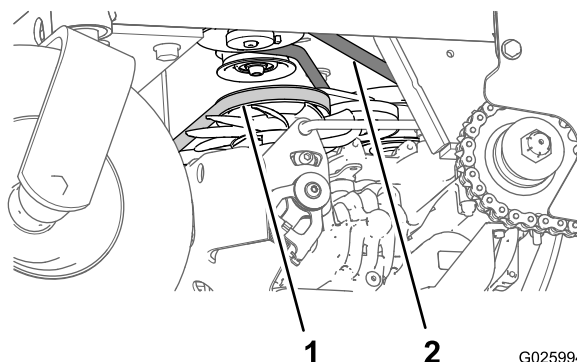

Figure 50
3. Contrôlez l'état et la tension de la courroie d'entraînement de la pompe auxiliaire (Figure 50).
4. Contrôlez l'état de la courroie d'entraînement de transmission (Figure 50).